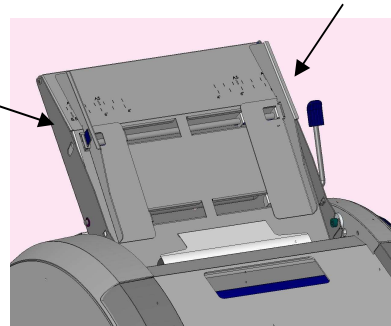

Abb. 06
2.4.1 Papiereinlegen beim TF MINI *plus* (= eine Papierkassette, siehe Abb. 06)